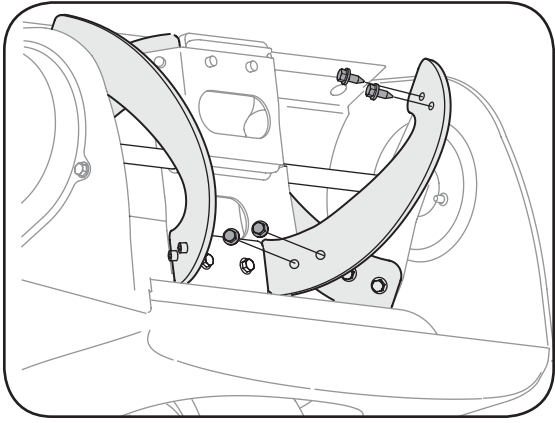

Figure 6-5
- 1. Pour démonter les pales, enlevez les vis taraudée qui les maintiennent sur la souffeuse. Voir if Figure 6-5.